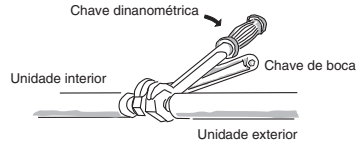

Fig. 5-6
- Quando retirar as porcas afuniladas das ligações da tubagem, ou quando apertá-las depois de ligar a tubagem, certifique-se de utilizar duas chaves ajustáveis ou chaves de porcas como mostrado. (Fig. 5-6)